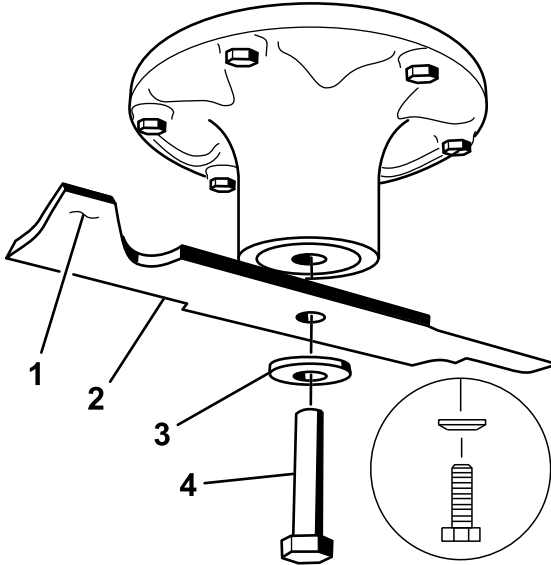

Figure 68
2. Enlevez de l'axe, le boulon, la rondelle bombée et la lame (Figure 68).
1. Placez la lame sur l'axe (Figure 68).
2. Posez la rondelle bombée (face concave vers la lame) et le boulon de lame (Figure 68).